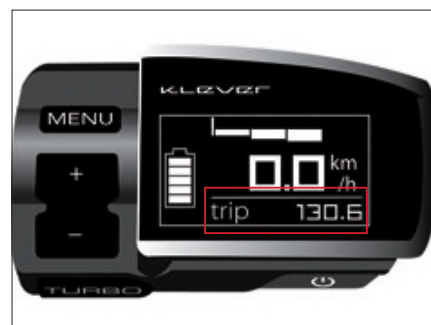

Bild 7
**Trip:** Tageskilometer seit der letzten Rückstellung. (Bild 7; Beispiel 130,6 km).